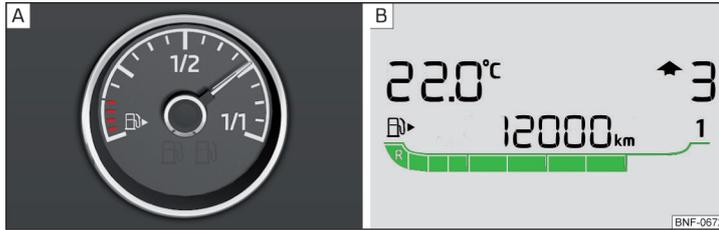

Abb. 18 Benzinvorratsanzeige: Variante 1 / Variante 2
- ▶ mit Kraftstoffvorratsanzeige (nur im Kombi-Instrument - Variante 2) » Abb. 18 auf Seite 29 - **B**.
Kraftstoffvorratsanzeigertypen » Abb. 18